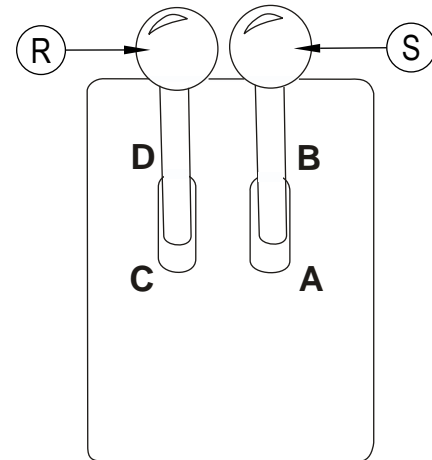

FIGURA 9
El control de elevación del cepillo lateral derecho (H) y de la potencia se encuentra a la derecha del panel de instrumentos. Para elevar y detener el cepillo izquierdo, tome la palanca y empújela a la muesca de bloqueo, marcada con la flecha “UP” (HACIA ARRIBA). Para bajar el cepillo lateral, tome la palanca y empuje hacia arriba y hacia la izquierda, alejándose de la muesca de bloqueo. Deje que la palanca baje, hasta que descansa al lado de la flecha “DOWN” (HACIA ABAJO). El cepillo automáticamente comenzará a girar mientras se lo baje. Para encender los cepillos laterales, mueva la palanca de elevación de tolva/cepillo lateral hacia adelante a la posición “ON” (ENCENDIDO) (Vea la Figura 9).
PALANCA DE ELEVACIÓN DE TOLVA / CEPILLO LATERAL (Vea Figura 9)
PALANCA DE DESCARGA DE TOLVA/CONTROL DE RETORNO (Vea Figura 9)
El control de elevación del cepillo lateral izquierdo (V) está ubicado a la izquierda del panel de instrumentos. Para elevar y detener el cepillo lateral, tome la palanca y empujela a la muesca de bloqueo, marcada con la flecha "UP" (HACIA ARRIBA). Para bajar el cepillo lateral, tome la palanca y empuje hacia arriba y hacia la derecha, alejándose de la muesca de bloqueo. Deje que la palanca baje, hasta que descansa al lado de la marca "DOWN" (HACIA ABAJO). Para encender los cepillos laterales, mueva la palanca de elevación de tolva/cepillo lateral (R) hacia adelante a la posición "ON" (ENCENDIDO) (Vea la Figura 9).